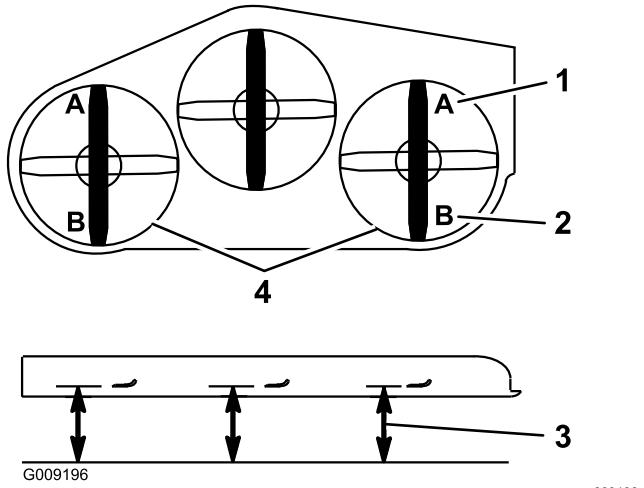

Figura 91
9. En ambos lados de la carcasa, mida desde la superficie nivelada hasta la punta delantera de la cuchilla (Posición A). La distancia debe ser de 7.6 cm (3"); consulte Figura 91.
15. En ambos lados de la carcasa, mida desde la superficie nivelada hasta la punta trasera de la cuchilla (Posición B). La distancia debe ser de 8.3 cm (3 1/4"); consulte Figura 91.